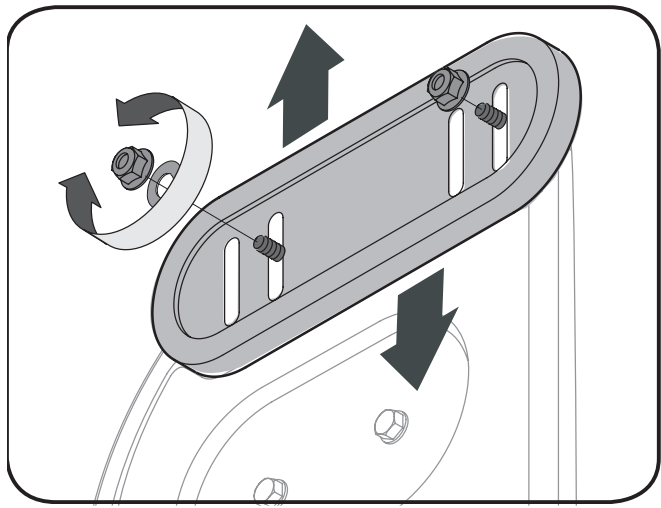

Fig. 3-15
6. Vérifiez que la tarière est totalement immobilisée et qu'aucune pièce ne bouge. Si la tarière n'est pas complètement immobile, retournez immédiatement à la position de conduite et arrêtez le moteur. Attendez que TOUTES les pièces se soient immobilisées avant d'ajuster à nouveau le câble de commande, desserrez le contre-écrou à six pans supérieur du support de la commande de la tarière. Voir la Fig. 3-15.